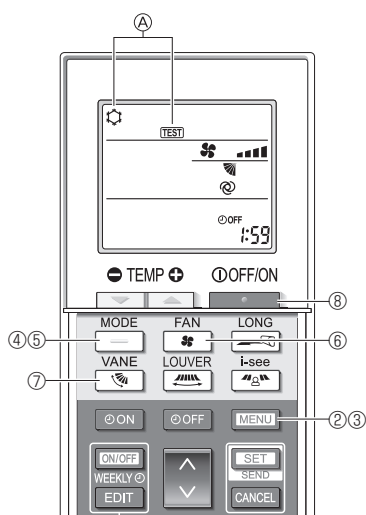

Fig. 7-5
- ① Tænd for strømmen til enheden mindst 12 timer før testkørslen.
- ② Tryk på [MENU]-knappen i 5 sekunder. (Fig. 7-5)
Ⓐ [TEST] og den aktuelle funktionsmåde vises. (Fig. 7-5)